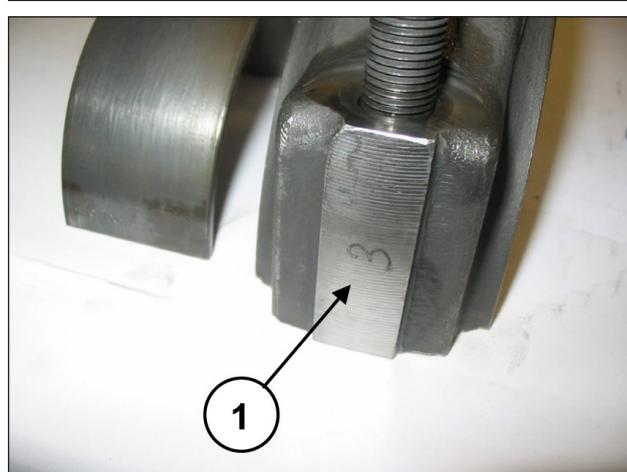

Abb. 42
Paaren Sie die Pleuelhälften mit den vorab ausgebauten Pleueldeckeln unter Berücksichtigung der Nummerierung (Pos. ①, Abb. 42).
Trennen Sie Pleueldeckel und Pleuelhälften; die vorschriftsmäßige Paarung wird durch die seitliche Nummerierung garantiert (Pos. ①, Abb. 42).